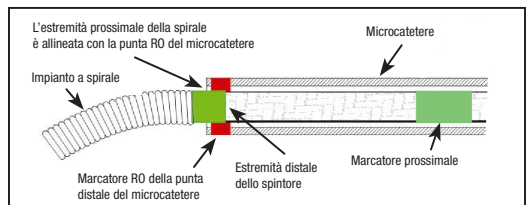

Figura 4: posizione delle bande di marcatura per il distacco
30. Far avanzare la spirale nel sito desiderato finché il marcatore radiopaco sullo spintore non è allineato o leggermente distale rispetto al marcatore RO della punta distale del microcatetere, posizionando la zona di distacco appena fuori dalla punta del microcatetere. Vedere la Figura 4.